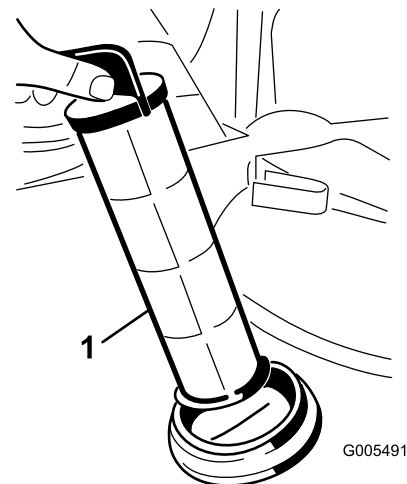

Figura 49
4. Estraiete il filtro di aspirazione dal foro (Figura 49).